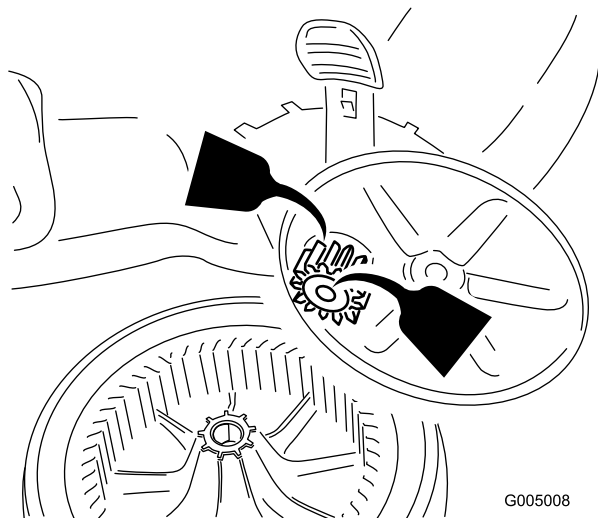

Figura 24
2. Aplique aceite lubricante al interior y al exterior de los engranajes (ver Figura 24).